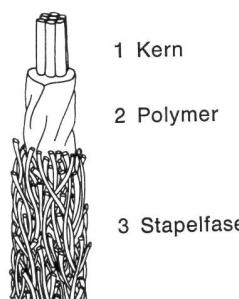

Abbildung 9 Bobtex-Faden
Ein endloser Mono- oder Multifilament-Träger (1), der dem Faden mehr Festigkeit geben soll, durchläuft kontinuierlich einen Polymer-Extruder (2). Dabei legt sich eine Polymerschicht um den Träger. Bevor das Polymer erstarrt, werden durch Zylinder (3) Stapelfasern in dieses Polymer teilweise eingebettet. Die Stapelfasern kommen in Bandform in die Verzugsorgane (4), die die Fasern wieder an die Aufpresswalzen weitergeben. Eine Falschdrahteneinrichtung (5) zwischen diesen Walzen und der Kreuzspulvorrichtung (6) sorgt für ein besseres Einbinden der Fasern. Der Bobtexfaden besteht somit aus drei Komponenten (Abbildung 9):